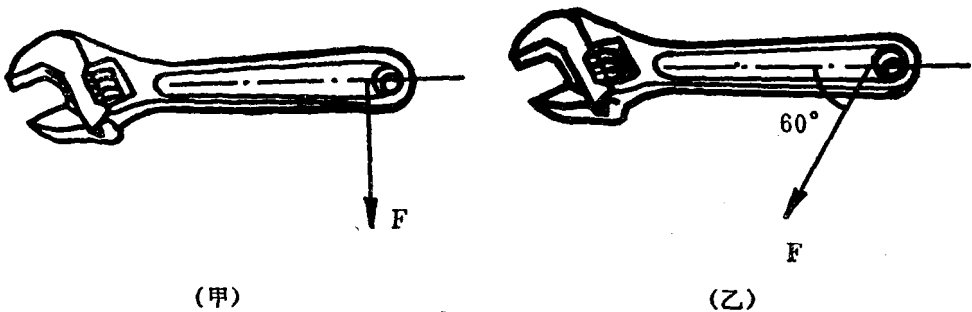

图 1—14
3. 如图1—14（甲），用力F垂直于扳手拧紧螺帽，或如图1—14（乙），用力F与扳手成60°角拧紧螺帽。这两种情况作用的效果是否一样？